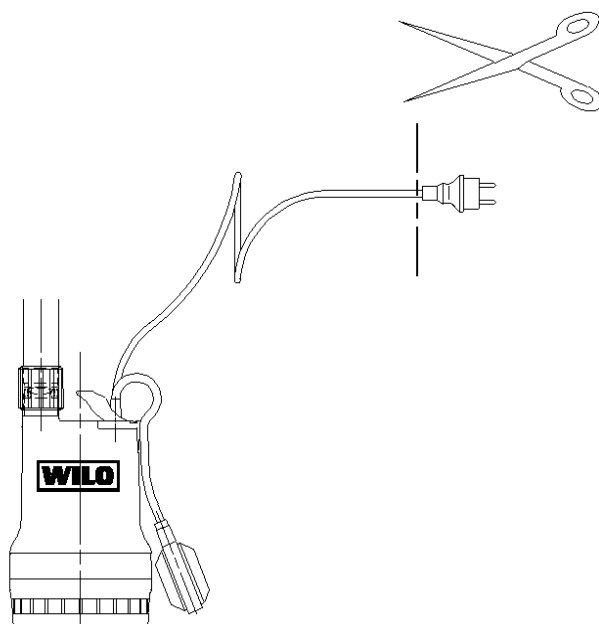

Fig. 6
Tryckledningen och dess samtliga komponenter måste utan risk kunna tåla de driftryck som kan uppstå. Som skydd mot eventuellt återflöde från allmänna avloppet anordnas en "rörkrök" vars underkant på sin högsta nivå ligger högre än lokal högsta avloppsnivå (oftast gatunivån) (jämför även Fig. 6)
- När kabeln skall ledas ut ur tanken genom Ø25 rörstuts, kapa tappen (se Fig. 6), drag kabeln genom det separat anskaffade kabelröret till kopplingsbox eller uttag med hjälp av en lina och anslut till elnätet. Förbindningen som används måste vara luktät .